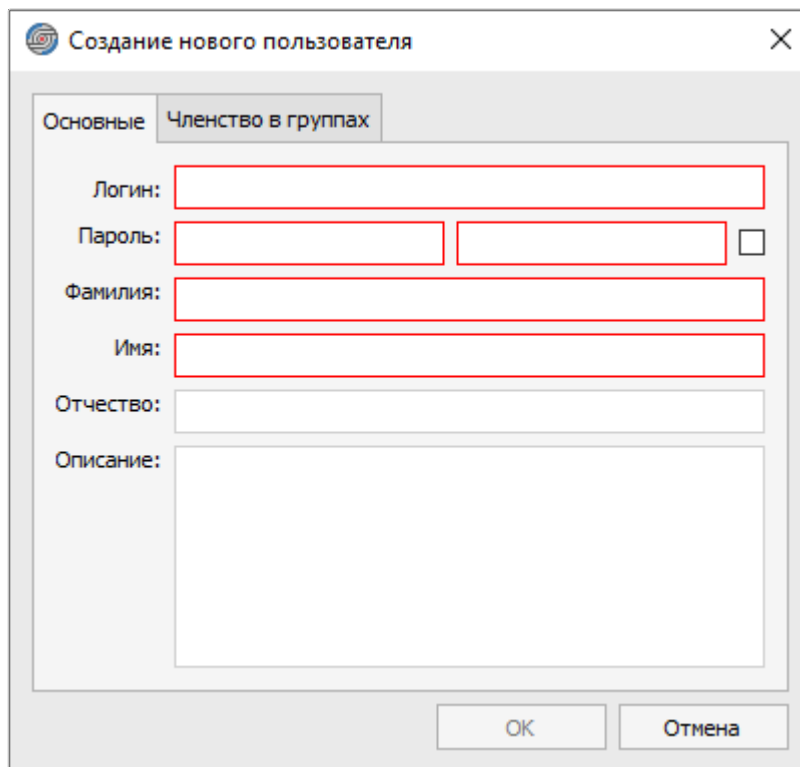

Рисунок 43. Окно «Создание нового пользователя»
- «Создать пользователя» — открывает окно для добавления нового пользователя (см. рисунок 43);